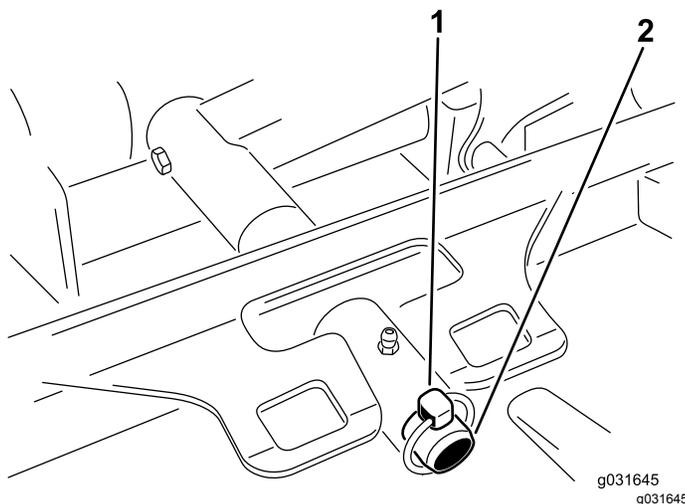

Figura 64
carcasa a la barra de giro del brazo de elevación (Figura 64).
3. Desplace el bastidor de tiro de la carcasa sobre la barra de giro del brazo de elevación y fíjelo con el pasador de seguridad o la tuerca de retención (Figura 64).